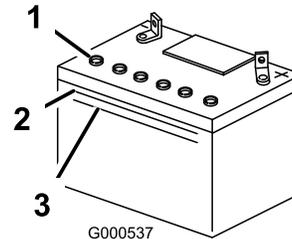

Bild 52
3. Sehen Sie sich die Seite der Batterie an. Der Füllstand muss bis zur **oberen** Linie reichen (Bild 52). Der Säurestand darf nicht unter die untere Linie fallen (Bild 52).
5. Entfernen Sie die Entlüftungsdeckel von der Batterie (Bild 52).
- Gießen Sie langsam destilliertes Wasser in jede Batteriezelle, bis der Säurestand die obere Linie (Bild 52) am Batteriegehäuse erreicht.
- Warten Sie nach dem Füllen der Batteriezellen 5 bis 10 Minuten. Gießen Sie bei Bedarf destilliertes Wasser in jede Batteriezelle, bis der Säurestand die obere Linie (Bild 52) am Batteriegehäuse erreicht.